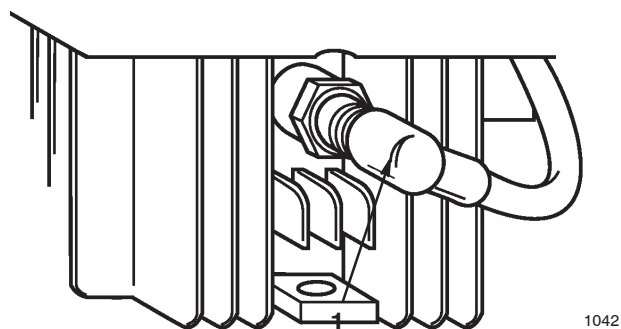

Figure 110
7. Rebrancher le fil de bougie (Fig. 110).